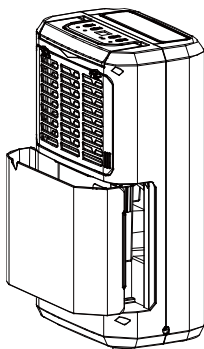

Fig. 1
1. Presione ligeramente en los lados del tanque con las dos manos y tire suavemente. (Fig. 1)